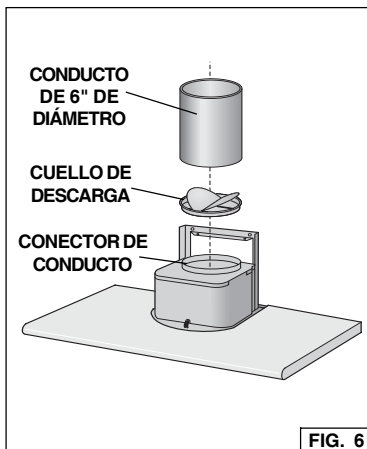

FIG. 6
2. Instale el cuello de descarga en el conector de conducto de la campana de cocina. Fig. 6
3. Conecte un conducto redondo de acero de 6" al conector de conducto de la campana de cocina. Fig. 6